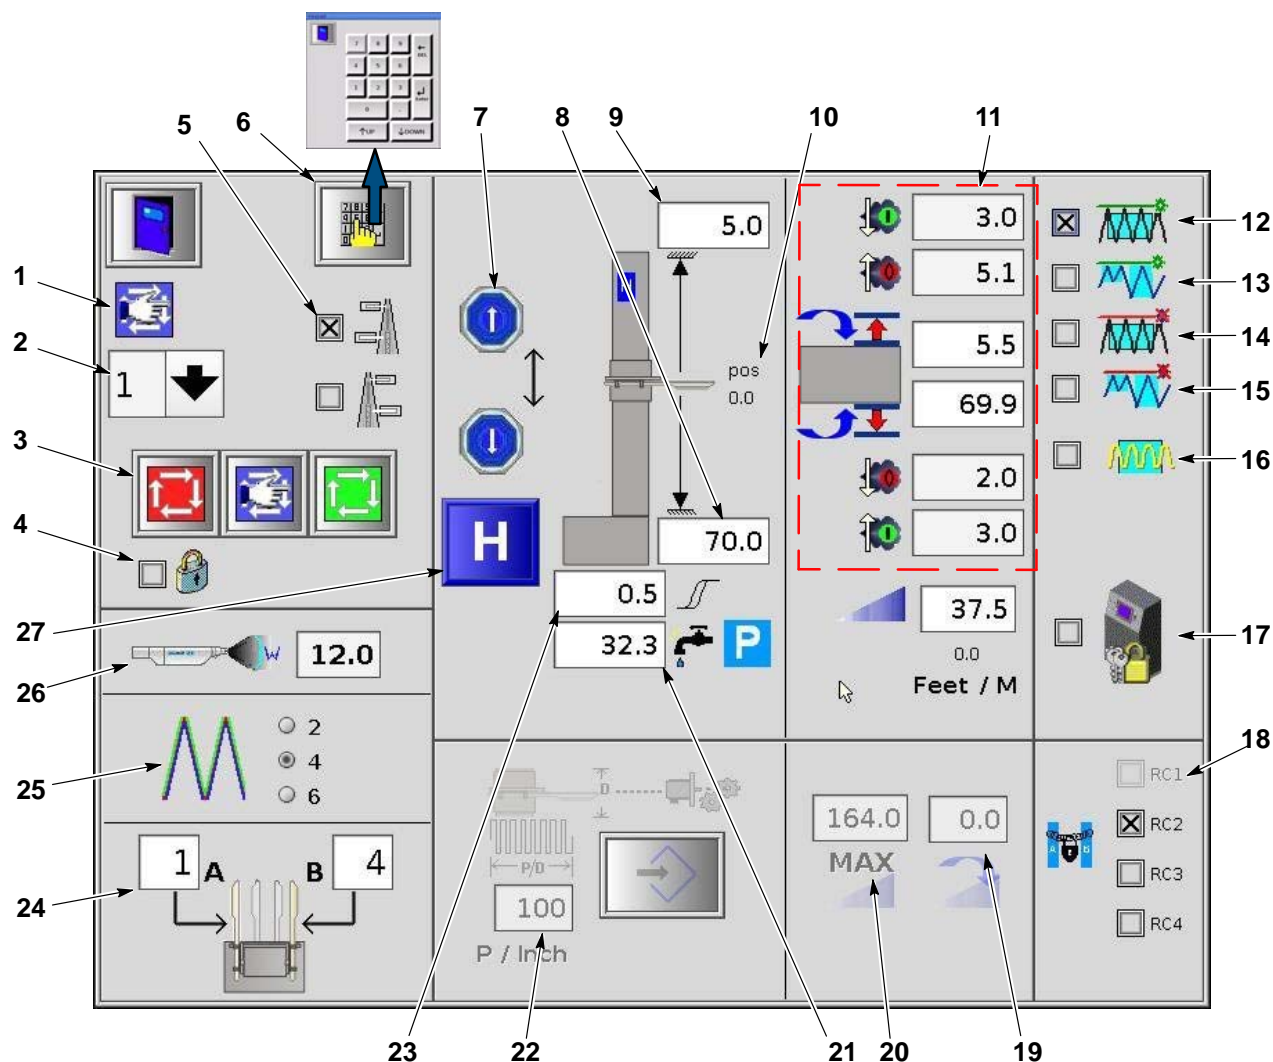

Fig. 3-9 Skærbillede til reciprocatorkonfiguration
3. Rør hjemstillingsknappen for at stille reciprocatoren tilbage til de normale indstillinger. Når reciprocatoren er stillet tilbage til de normale indstillinger, bevæges reciprocatorslæden nedad med håndkraft, indtil den aktuelle position (10, fig. 3-9) viser 6 tommer (eller et andet lige tal).